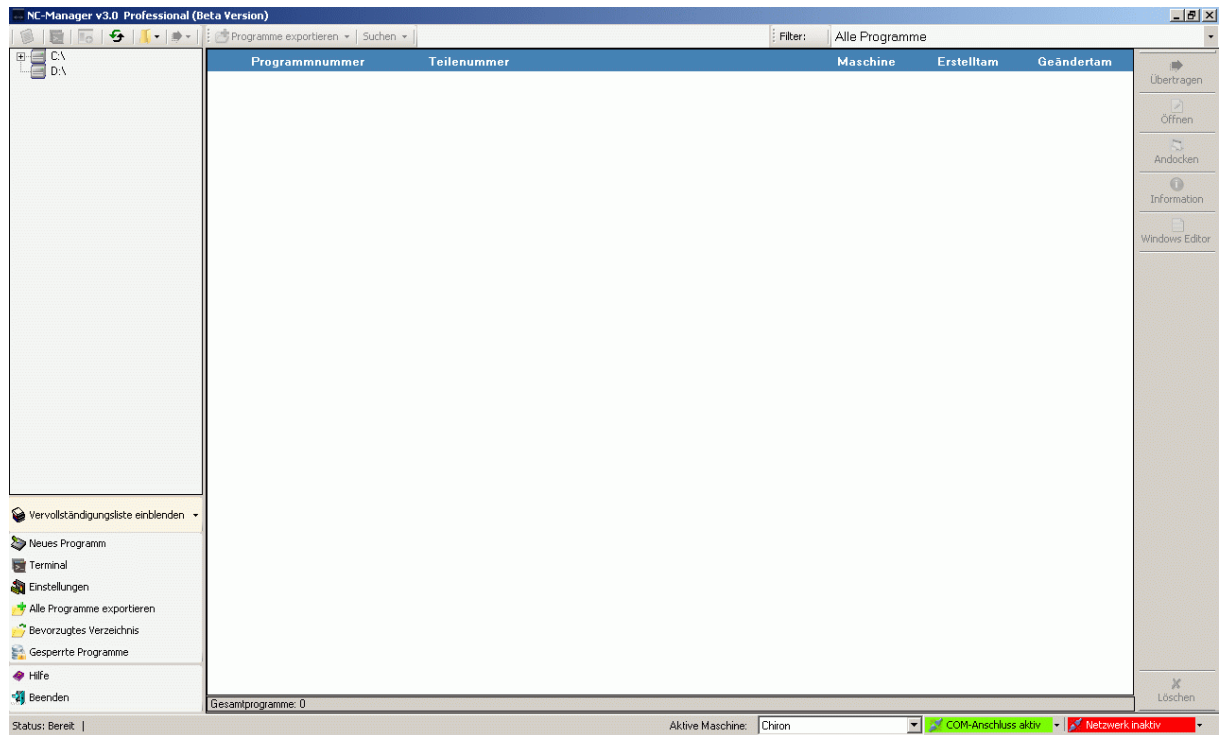

Abbildung 9: Hauptprogramm NC-Manager v3.0
- 8.13. Nachdem Sie alle Einstellungen getroffen haben, klicken Sie auf ‚Speichern‘ um die Änderungen zu übernehmen und anschließend auf ‚Schliessen‘ um das Einstellungsfenster zu verlassen. Sie gelangen dadurch zum Hauptprogramm wie in Abbildung 9 zu sehen ist.